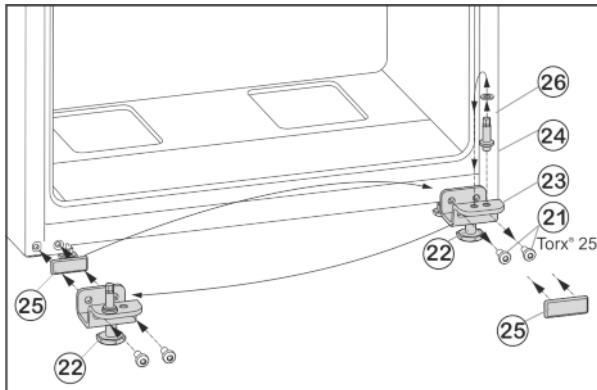

Fig. 7
- ▶ Открутите крепежные винты Fig. 7 (21).
- ▶ Снимите нижний опорный кронштейн Fig. 7 (23) вместе с опорным пальцем Fig. 7 (24), шайбой Fig. 7 (26) и регулируемой опорой Fig. 7 (22).
- ▶ Открутите опорный палец Fig. 7 (24) вместе с шайбой Fig. 7 (26) и, переставив в отверстие на противоположной стороне опорного кронштейна, снова прикрутите.
- ▶ Аккуратно снимите защитную пластины Fig. 7 (25) и переставьте ее на противоположную сторону.
- ▶ Прикрутите нижний опорный кронштейн Fig. 7 (23) вместе с опорным пальцем Fig. 7 (24), шайбой Fig. 7 (26) и регулируемой опорой Fig. 7 (22) с другой стороны шарнира (**с моментом 4 Нм**), при необходимости используйте аккумуляторный шуруповерт.
- ▶ Установите нижнюю дверцу сверху на опорный палец Fig. 7 (24).
- ▶ Вставьте средний опорный кронштейн (13) с поворотом на 180° в нижнюю дверцу и прикрутите с помощью крепежных винтов (11)(2 шт. Torx® 25) на новую сторону шарнира (**с моментом 4 Нм**).
- ▶ Снова установите пластиковую шайбу (10).
- ▶ Выверните регулируемую опору Fig. 7 (22) на нижнем опорном кронштейне Fig. 7 (23) до ее соприкосновения с полом.